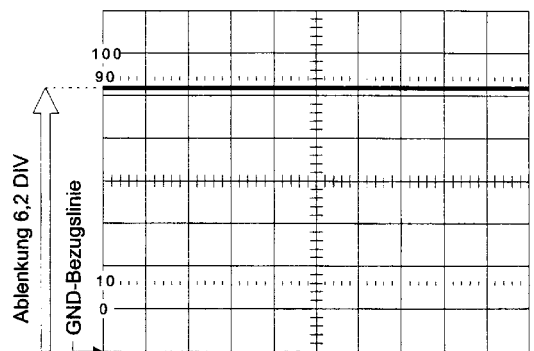

Abbildung 8.3-1
- 7.) In der **Abbildung 8.3-1** bewirkt die Gleichspannung eine Ablenkung um 6,2 Rasterteilungen (DIV). Für die Berechnung der Spannung sind mehrere Parameter von Bedeutung.